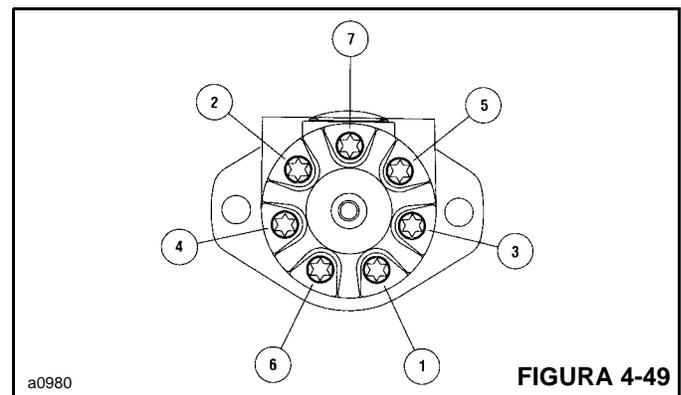

FIGURA 4-49
20. Instale os parafusos com cabeça 19 e as arruelas de vedação 18 na tampa da extremidade 17. Aperte os parafusos com 7,4 Nm (40 lb-pol.). Verifique se as arruelas de vedação estão assentadas adequadamente. Em seguida, aperte os parafusos com um torque de 27-29 Nm (235-250 lb-pol.) na sequência mostrada na Figura 4-49.